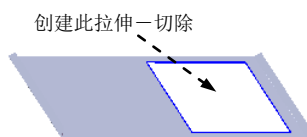
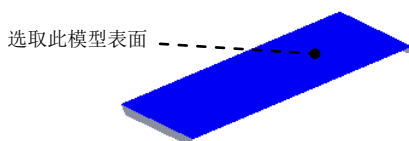
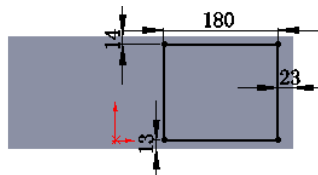

图 17.8.27 创建切除一拉伸 1
图 17.8.28 定义草图平面
图 17.8.29 横断面草图
Step4. 创建图 17.8.27 所示的切除一拉伸 1。选择下拉菜单 **插入(I)** → **切除(C)** → **拉伸(E)...** 命令; 选取图 17.8.28 所示的表面为草图平面, 绘制图 17.8.29 所示的横断面草图; 采用系统默认的切除深度方向; 在 **方向1** 区域的 下拉列表中选择 **完全贯穿** 选项。